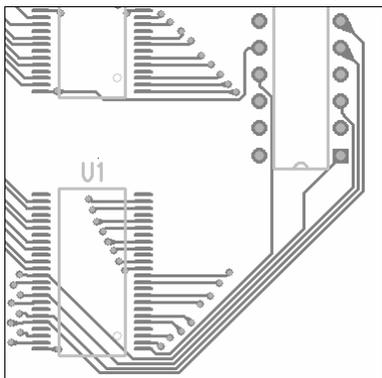

图 11-24 总线布线完成后的效果图
(5) 依次单击 4 个信号线的终点,完成总线布线,效果如图 11-24 所示。总线布线还需修整使之更加美观。